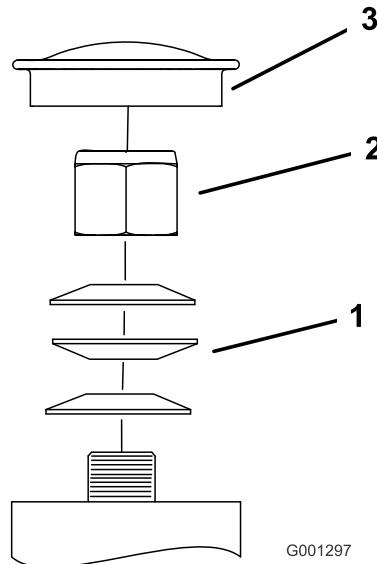

Figure 58
3. Retirez le capuchon antipoussière de la roue pivotante et serrez le contre-écrou (Figure 58).
4. Continuez de serrer le contre-écrou jusqu'à ce que les rondelles élastiques soient aplatis, puis desserrez-le de 1/4 de tour pour obtenir la précharge correcte des roulements (Figure 58).
- Important:** Veillez à placer les rondelles élastiques comme montré à la Figure 58.
5. Remettez le capuchon antipoussière en place (Figure 58).